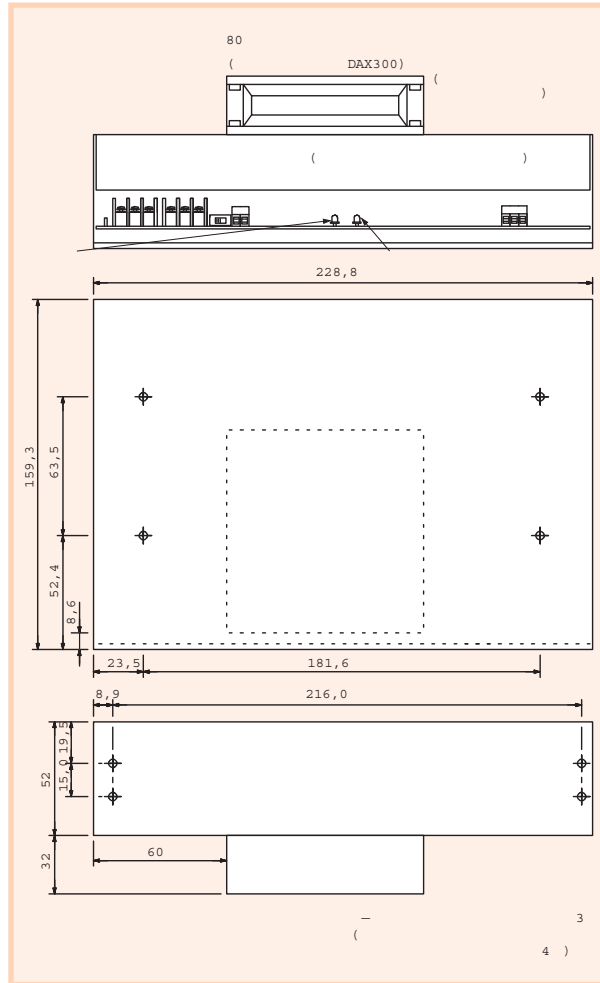
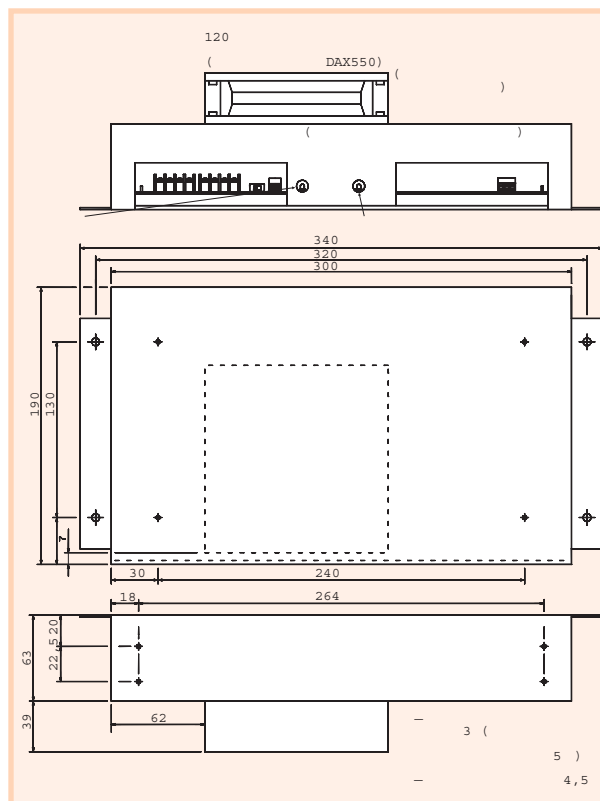

Рис. 4. Габаритные и установочные размеры инверторов серий DAX200 и DAX300
Рис. 5. Габаритные и установочные размеры инверторов серий DAX350 и DAX550 для моделей с монтажными фланцами
- относительно небольшие габаритные размеры (рис. 4 и рис. 5).